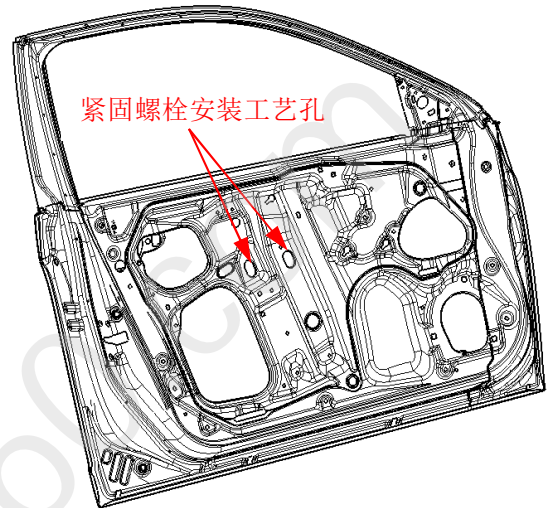

图 6-2-1
2、升降玻璃至可以从玻璃紧固螺栓安装工艺孔看到两个紧固螺栓，如图 6-2-1，并将其拆下；